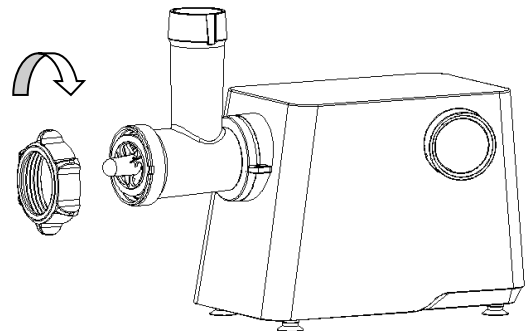

Abb. 9
- Bringen Sie die Befestigungsmutter wieder an, um den Aufsatz zu fixieren. Ziehen Sie sie nicht zu fest an (Abb. 9).